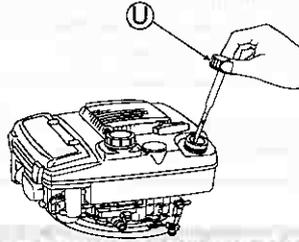

Abb. 8.
1 Nehmen Sie den Öltankverschluss (U) ab, ziehen Sie den Ölstandanzeiger heraus und führen Sie ihn anschließend ein, ohne ihn zu verschrauben. (Siehe Abb. 8.)